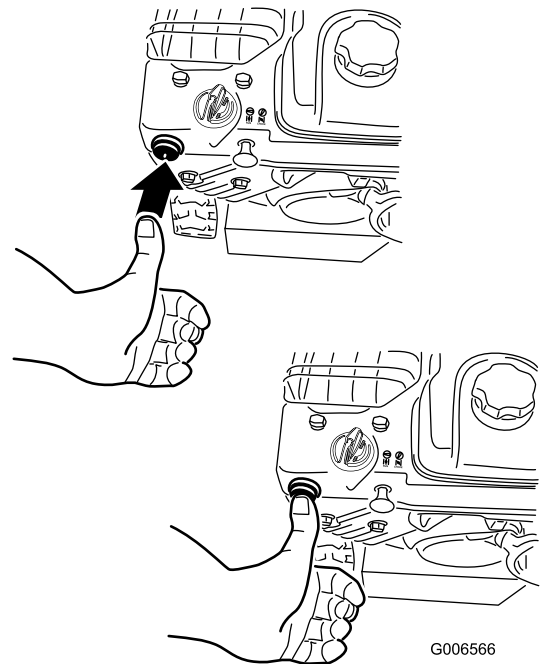

Рисунок 27
4. Энергично нажмите большим пальцем кнопку заливочного насоса два раза (при температурах -9°C и выше) или четыре раза (при температурах ниже -9°C), каждый раз удерживая кнопку в течение секунды перед отпуском (Рисунок 27).